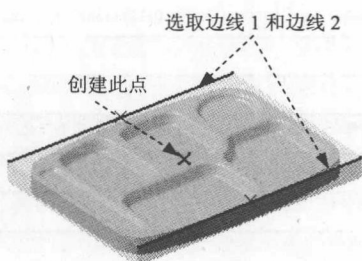

图 1.7 创建点
Step4. 创建图 1.7 所示的点。
(2) 创建点。在“创成式外形设计”工作台选择下拉菜单 **插入** → **曲线** → **点** 命令, 在系统弹出的“点定义”对话框中 **点类型**: 下拉列表中选择 **之间** 选项, 在 **点1**: 文本框右击, 在弹出的快捷菜单中选择 **创建中点** 选项, 然后在图形区选择图 1.7 所示的边线 1; 在 **点2**: 文本框右击, 在弹出的快捷菜单中选择 **创建中点** 选项, 然后在图形区选择图 1.7 所示的边线 2。
(3) 在“点定义”对话框中, 单击 **中点** 按钮。
(4) 单击 **确定** 按钮, 完成点的创建。